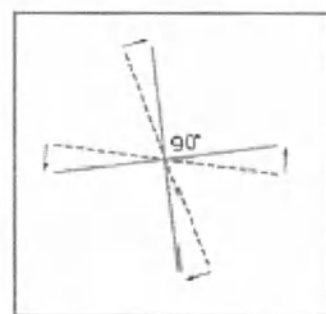

Рисунок 3-7 – Перпендикулярность
2. В результате фокусировки лазерного модуля возможно, что угловое положение линий больше не будет перпендикулярным. Если они не перпендикулярны, ослабьте зажимной винт лазерного модуля (С на рисунке 3-5) и поворачивайте корпус лазерного модуля, чтобы повернуть две линии в противоположных направлениях. Будет целесообразным зажать винт настолько плотно, чтобы поддерживать лёгкое трение на корпусе лазерного модуля при его вращении. Поворачивайте модуль до тех пор, пока две линии не будут перпендикулярны (образуя крест). По окончании линии в кресте могут не быть строго вертикальной и горизонтальной, но они должны быть перпендикулярны (см. рисунок 3-7 – Перпендикулярность).